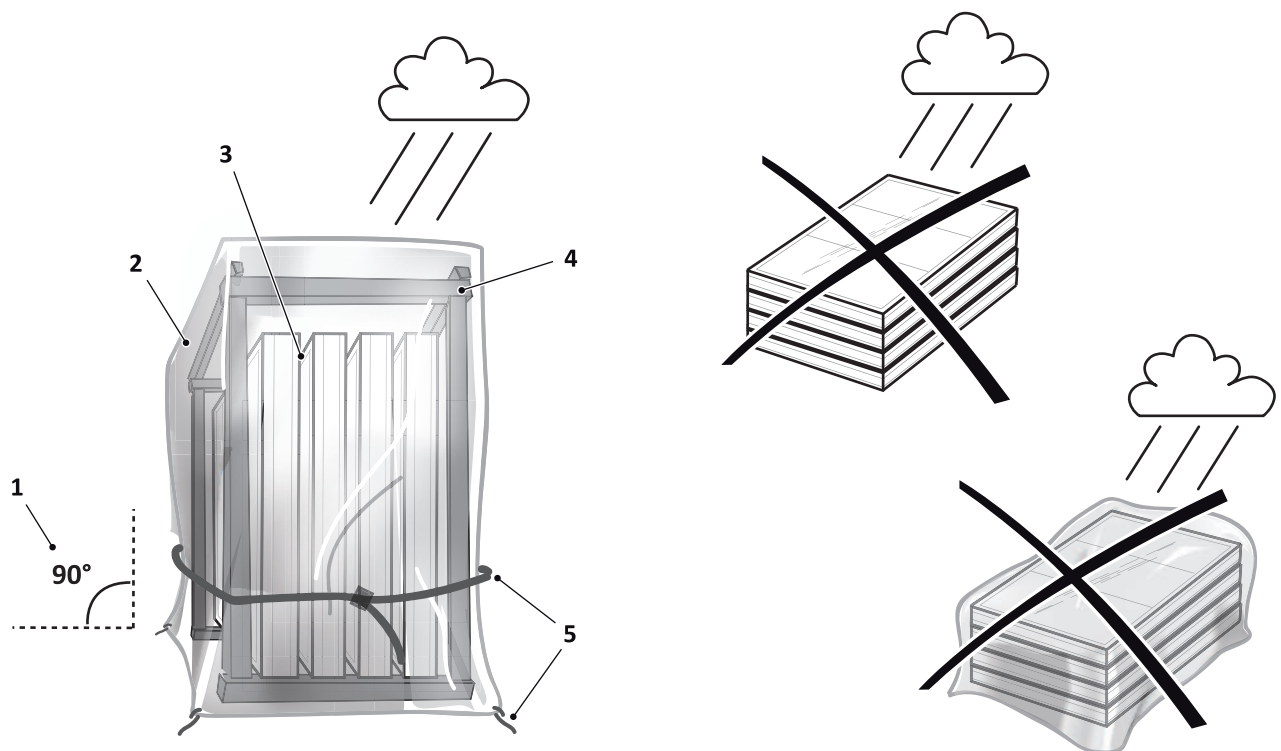

Fig. 1: Al aire libre debe almacenarse un máximo de 14 días
- Almacene los colectores en la caja de transporte de madera suministrada o en las maderas escuadradas en vertical y con láminas de separación, véase ➔ fig. 1, pág. 7.